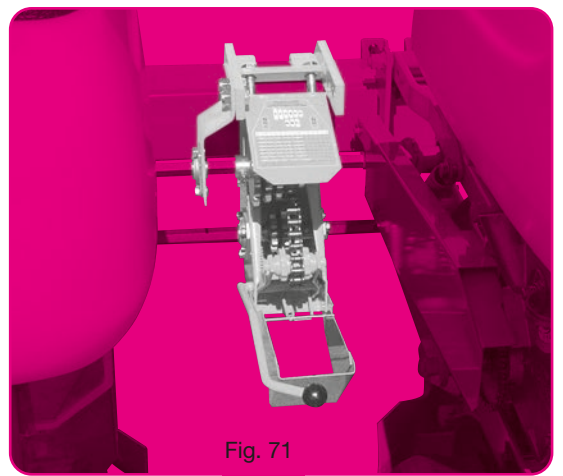

Fig. 71
- Montage déporté (fig.71) pour semoir à nombre de rangs impair. La boîte se place à gauche et au plus près de l'élément central : pour cela supprimer 1 des paliers (4) support axe hexagonal.
- Offset assembly (fig. 71) for planters with an odd number of rows and inter-row spacing under 45 cm (18"). The gearbox is then mounted on the left and as close as possible to the central metering unit. To do so, remove one of the bearing fingers _ which support the hexagonal shaft.
Seitlich gesetzte Montage (Abb. 71) für Sämaschinen ungerader Reihenanzahl und Reihenabstände unter 45 cm. Das Wechselgetriebe wird links und ganz nah am mittleren Element angebracht. Bei dieser Stellung ist die Lagerstütze (4) zu entfernen.
- Montage uit het midden (fig. 71) voor een zaaimachine met een oneven aantal rijen. De tandwielkast wordt links van, en zo dicht mogelijk bij het middelste element geplaatst. Daartoe één van de lagers (4) verwijderen.